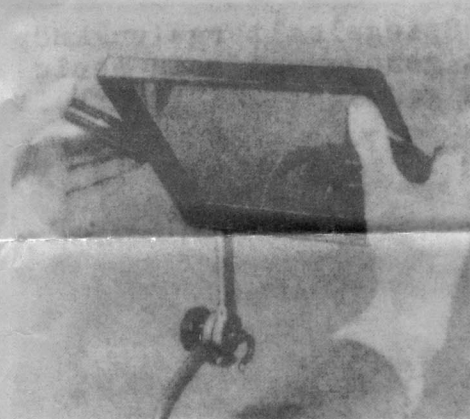

Bild 4
- b) an der Schiebebuchse 5) Bild 4,
(Nach Lösen der seitlichen Arretierung 6) Bild 2, läßt sich der Spiegel im Schlitz des Haltearms verschieben, Bild 4.)
- 3) Die Blendenhebel 12) und 13) Bild 4 beeinflussen (Querlage vorausgesetzt) die ausgeleuchtete Fläche oben und unten.